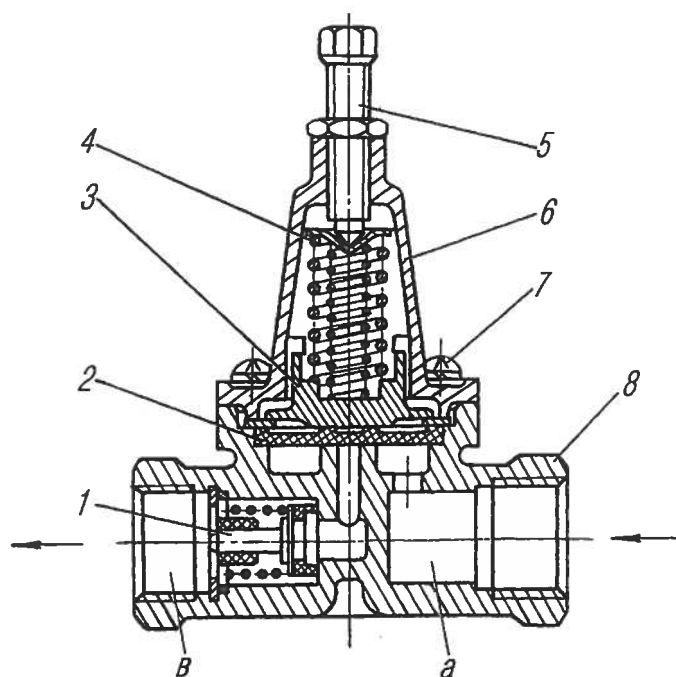

Рис. 69. Клапан защитный
**Одинарный защитный клапан** (рис. 69) предназначен для предохранения тормозной системы автомобиля от потери сжатого воздуха при питании контура тормозов прицепа. Клапан устанавливается в пневмосистему согласно стрелке, нанесенной на крышке 6 клапана и указывающей направление перепуска воздуха.